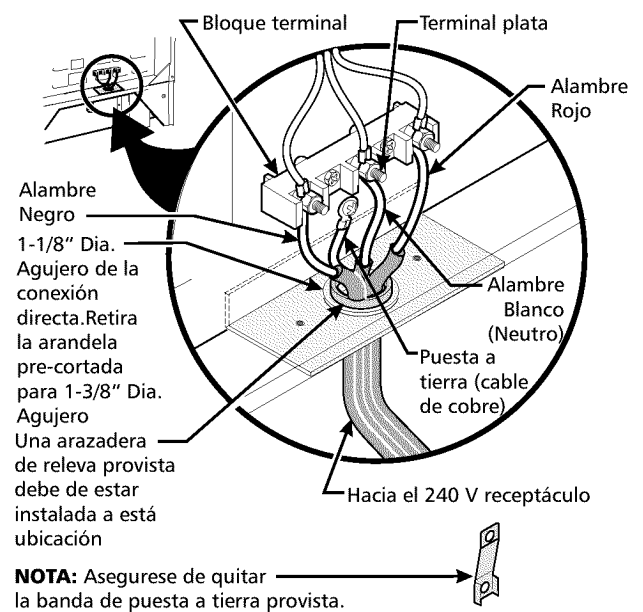

Figura 4
Para las casas sobre ruedas, las nuevas instalaciones, en los vehículos de recreación o en las áreas donde los códigos locales no permiten la conexión del conductor a tierra al neutro, un ensamblaje de suministro eléctrico de 4 conductores para estufas, clasificado a 125/250 voltios mínimo, 40 amperios mínimo, debe de ser utilizado (ver la figura 4).
4. Conecte el alambre de tierra (verde) del cable de bronce del suministro eléctrico al armazón del electrodoméstico con el tornillo de la base, usando el hoyo del armazón por donde retiró la correa de la base (vea figura 4)
6. Repona las 3 tuercas desajustadas en el bloque terminal (vea figura 4).
Si el aparato está conectado directamente al cortacircuito, a la caja de fusibles o a la caja de empalmes, use un cable blindado flexible o no metálico recubierto de cobre (con alambre a tierra). Provee una abrazadera relevo de anclaje homologado UL a cada extremidad del cable. A la extremidad del electrodoméstico, el cable pase a través del agujero de la conexión directa (ver figura 4) en el cordón de la placa de montaje. El tamaño de los alambres (**alambre de cobre solamente**) y las conexiones deben estar conforme al régimen del electrodoméstico.